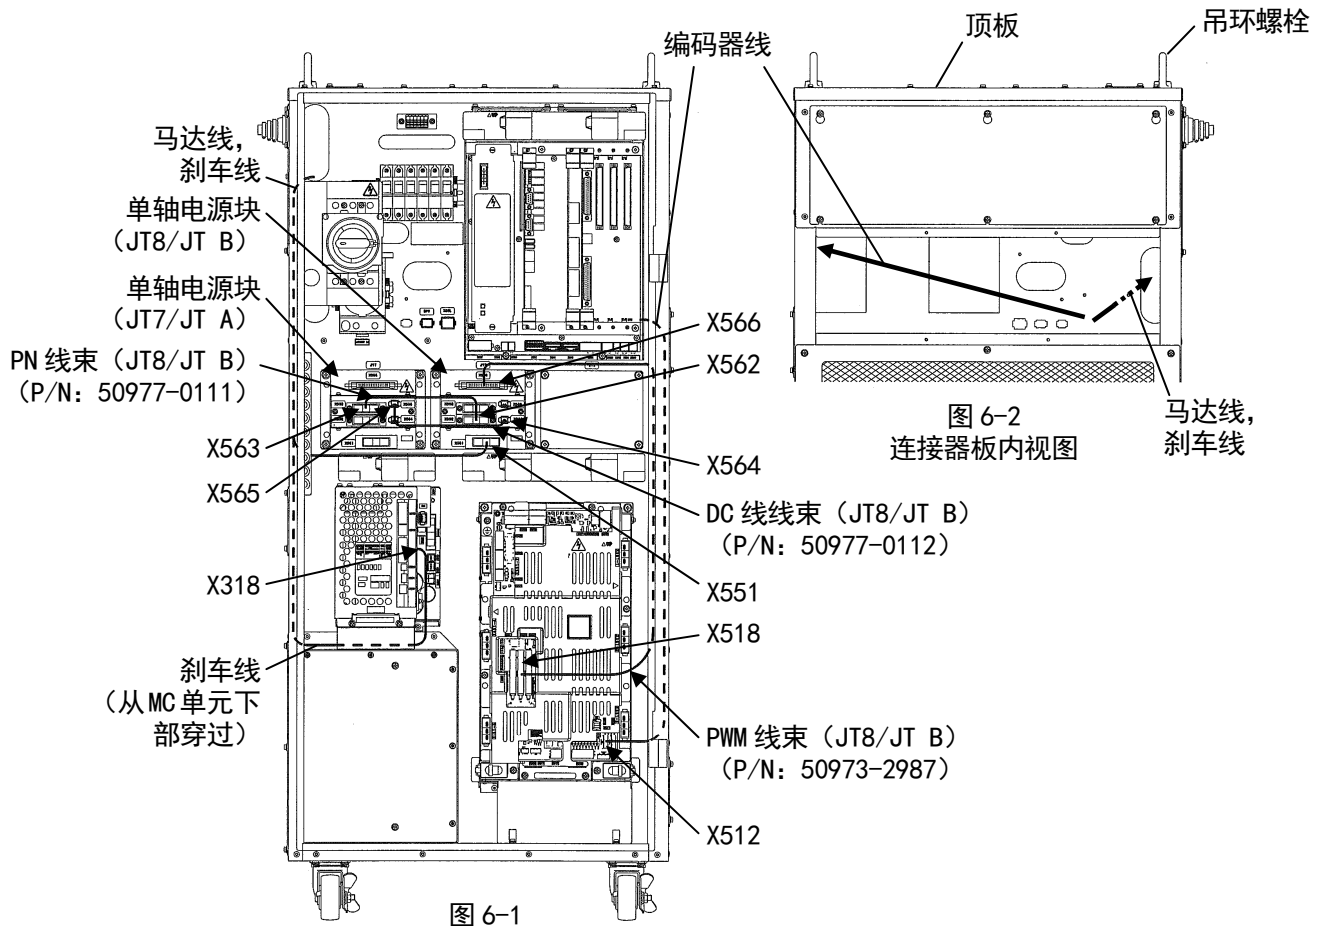

图 6-2
6. 将线束拉进控制器，使马达和刹车线穿过从控制器背面看到的右边的孔，编码器线穿过插件架的左侧。（见图 6-2）